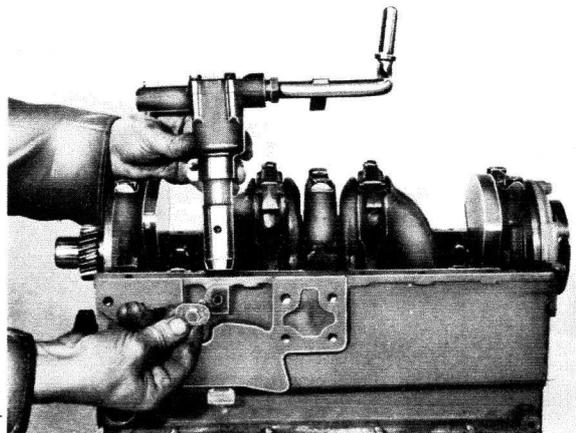

Fig. 25
- 6° Retirer la pompe du bloc-cylindres (fig. 25).